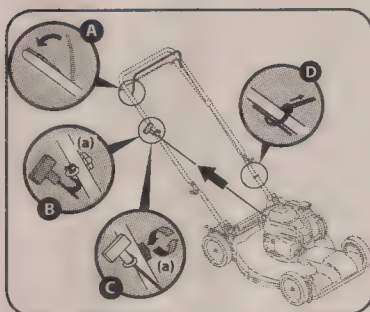

Figura 2-6
6. La guía de la cuerda está unida al costado derecho de la manija superior. Afloje la perilla de aleta (a) que sujeta la guía de la cuerda. Vea la Figura 2-6.